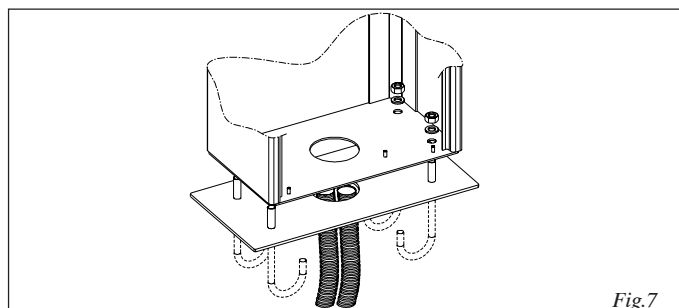

Fig.7
- fixer le montant sur la plaque de fondation par l'intermédiaire des quatre écrous fournis d'après la fig.7.